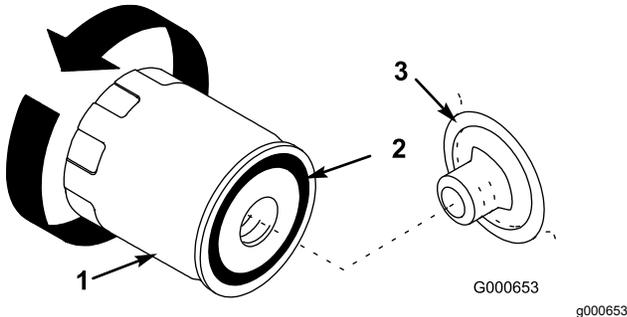

Figura 27
7. Retire el filtro usado y limpie con un paño la superficie de la junta del adaptador del filtro (Figura 27).
10. Aplique una capa fina de aceite nuevo a la junta de goma del filtro nuevo (Figura 27).
contacto con el adaptador del filtro, luego apriete el filtro media vuelta más (Figura 27).